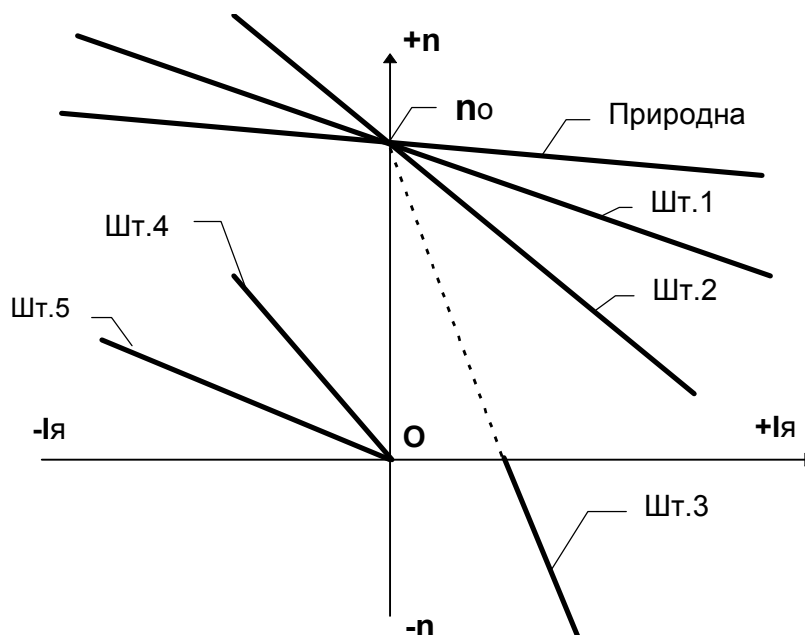

Рис. 1.2. Приблизні графіки електромеханічних характеристик **ИМ**
В умовах лабораторної роботи **R_a**, **Φ** та **k** не змінюються. Якщо встановити постійні значення **U** та **R3**, теоретично матимемо лінійну електромеханічну характеристику (рис.1.2) із
- Графіки механічних характеристик з позначками результатів випробувань. Приблизний вигляд наведено на рис. 1.2.